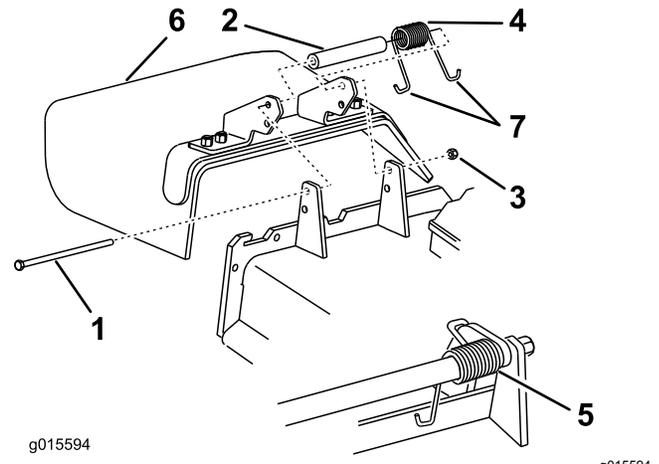

Figure 97
1. Retirez le contre-écrou, le boulon, le ressort et l'entretoise qui fixent le déflecteur aux supports de pivot (Figure 97).
**Remarque:** Prenez soin de placer une extrémité en J du ressort derrière le bord du tablier avant de mettre le boulon en place, comme montré à la Figure 97.
5. Accrochez une extrémité en J du ressort au déflecteur d'herbe (Figure 97).